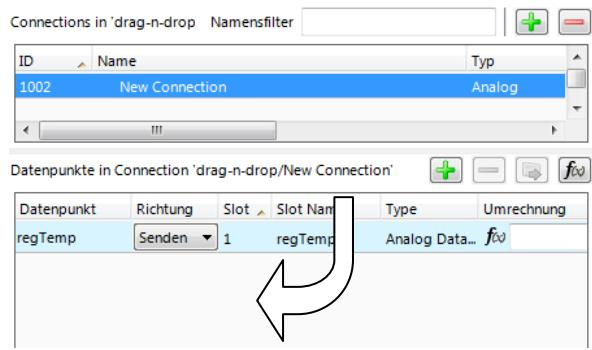

Abbildung 19: Bearbeiten von Connections in der Property-Ansicht.
2. In der Property-Ansicht unter der Datenpunktliste klicken Sie auf den Karteireiter **Lokale Connections** wie in Abbildung 19 gezeigt.
3. Dann ziehen Sie einfach den Datenpunkt auf einen freien Bereich in der Connection-Liste wie in Abbildung 19 gezeigt.
2. In der Property-Ansicht unter der Datenpunktliste klicken Sie auf den Karteireiter **Connections** wie in Abbildung 19 gezeigt.
4. Ziehen Sie den Datenpunkt in den leeren Listenbereich **Datenpunkte in Connection** wie in Abbildung 19 gezeigt. Dies fügt den Datenpunkt der angewählten Connection hinzu.